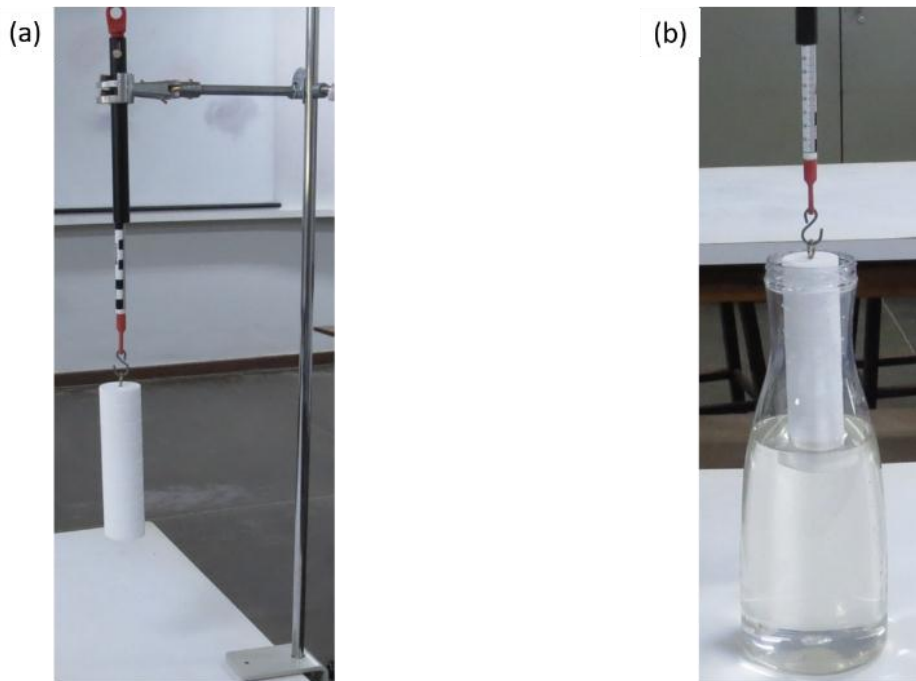

Figura 2 – (a) Montagem experimental, em (b) o Cilindro Graduado está sendo mergulhado no líquido
- (i) A montagem do dinamômetro no suporte deve estar como indicado na Figura 2(a);
- (ii) Calcule o volume deslocado (V_d) através o raio (R) e a altura das graduações submersas. Preencha a Tabela 1 com estas grandezas e suas respectivas incertezas.